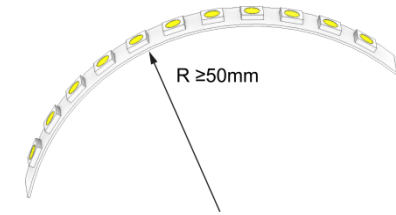

Bild 1
- Die Leiterplatte keinen mechanischen Beanspruchungen aussetzen. Der min. Biegeradius beträgt 50mm (Bild 1).
- Do not expose the circuit board to mechanical stress. The min. bending radius is 50 mm (Figure 1).